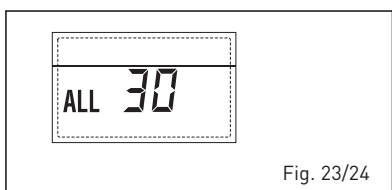

Fig. 23/24
- ANOMALIA Sonda DESCARGA CASCATATA "ALL 31" (fig. 23/25)